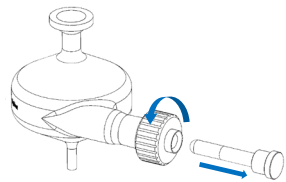

图 1.取下密封塞
- 1 轻轻逆时针旋转扭矩控制雾化器适配器，以取下密封塞（图 1）。